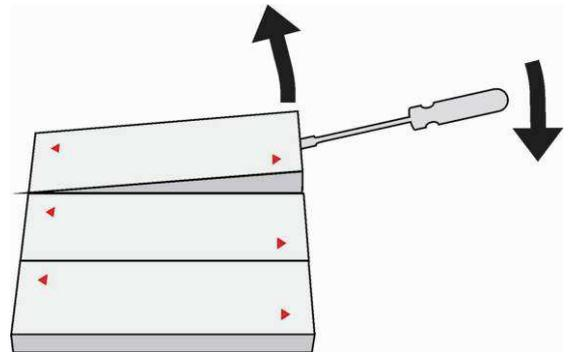

Abbildung 2.8 Entfernung der Namensschilder
14. Die Namensschilder aus der Plastikabdeckung entfernen wie in Abbildung 2.8. gezeigt, zum Beispiel mit einem Schlitz-Schraubendreher.